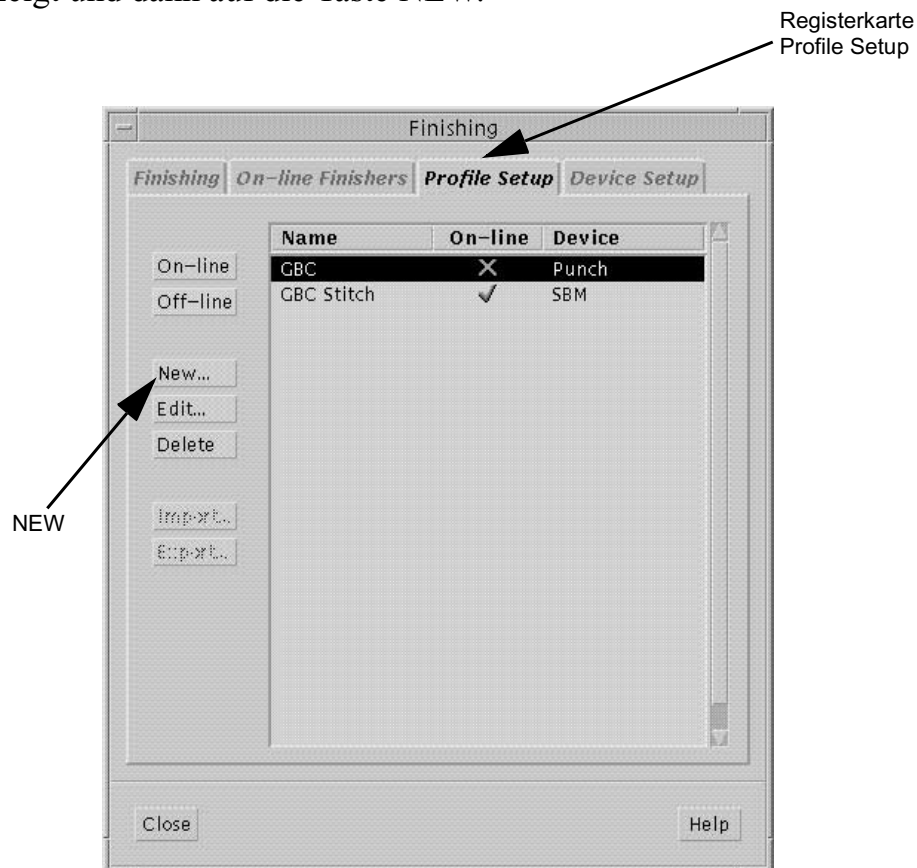

Abbildung 1-10: Der Bildschirm Profile Setup
- 8 Klicken Sie auf die Registerkarte Profile Setup, wie in Abbildung 1-10 gezeigt und dann auf die Taste NEW.